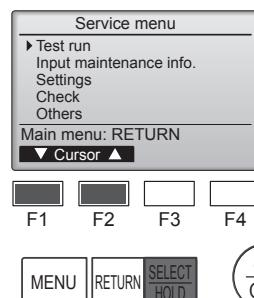

Fig. 7-1
- Seleccione "Test run" (Modo prueba) desde el Menú principal, y pulse el botón [SELECT/HOLD]. (Fig. 7-1)